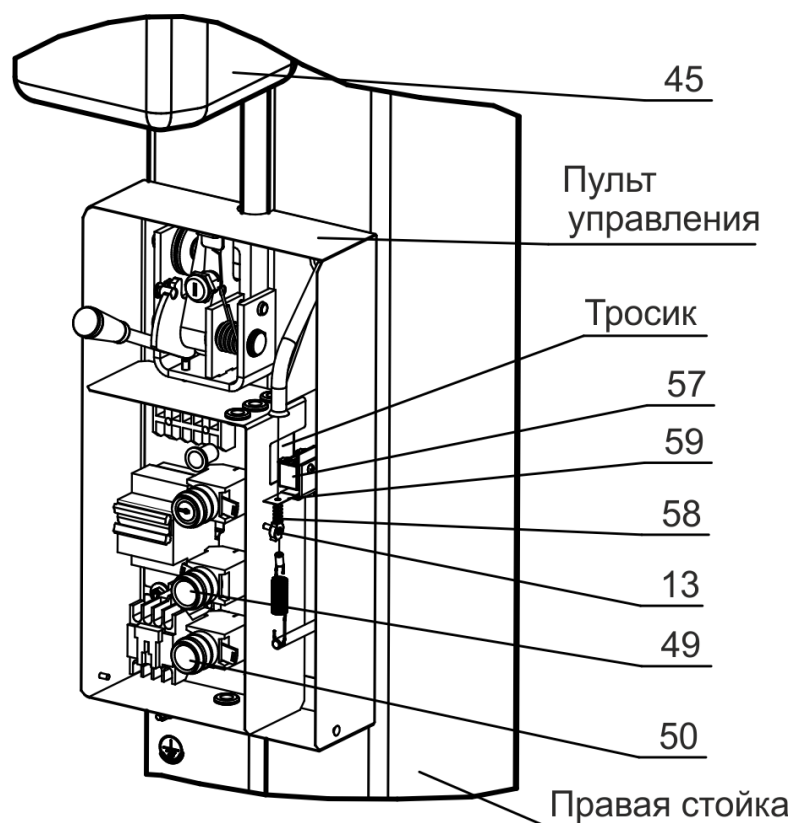

Рисунок 6.7 – Система автоматического отключения насосной станции при достижении каретки крайнего верхнего положения
6.12.1 Система автоматического отключения привода насосной станции 45 при достижении нижней части каретки 63 крайнего верхнего положения (1745 мм от основания стойки) установлена и отрегулирована на предприятии-изготовителе (рисунок 6.7).